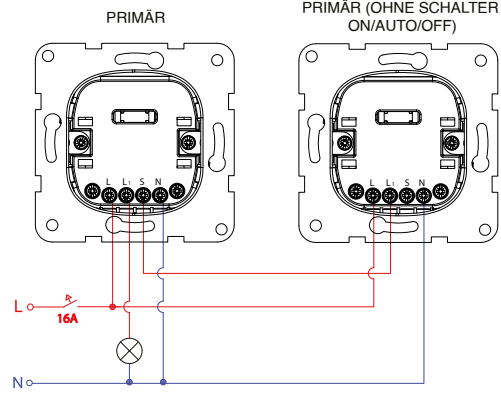

Abbildung 3a: Anschlussplan Primär - Primär (ohne Schalter On/Auto/Off) (Max. 20 Primär Parallel anschließen)
- Abbildung 3a zeigt den Anschlussplan des Bewegungsmelders Primär-Primär (ohne Schalter On/Auto/Off). Da die Last an den "Primären Bewegungssensor" angeschlossen ist, muss sie entsprechend dem ausgewählten primären Gerät (ohne Schalter On/Auto/Off) eingestellt werden.